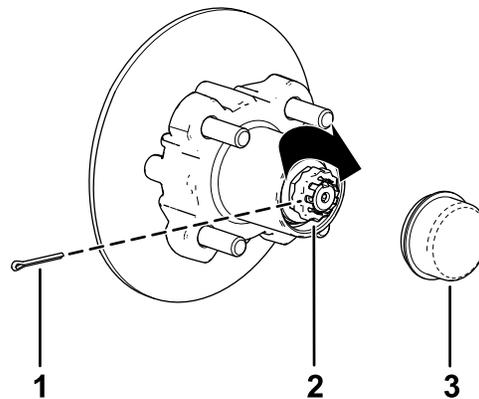

Рисунок 34
- Установите держатель поверх гайки и проверьте совмещение паза в держателе с отверстием в оси под шплинт (Рисунок 34).
- Установите шплинт и загните обе лапки вокруг держателя (Рисунок 34).
- Установите пылезащитную крышку на ступицу (Рисунок 34).